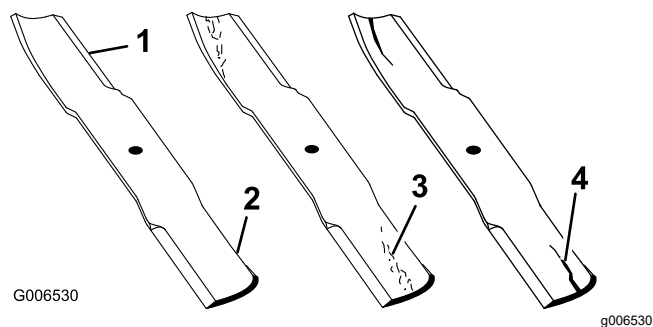

Figura 75
1. Inspectați marginile de tăiere (Figura 75).
4. Dacă observați orice crăpături, urme de uzură sau formarea unei fante în această zonă, instalați imediat o lamă nouă (Figura 75).